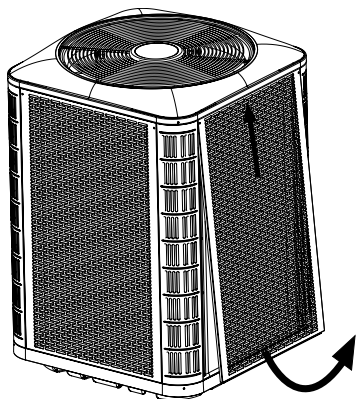
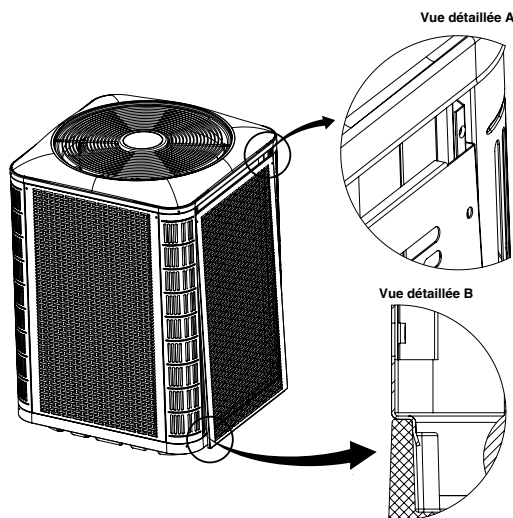

Figure 2. Désassemblage du panneau
Figure 3. Installation du panneau
- Pour accéder aux composants internes de l'appareil, consultez la Figure 2 pour désassembler le panneau et la Figure 3 pour installer le panneau.
2. Glissez le panneau vers le haut et le bac supérieur pour dégager la bride inférieure du bac inférieur. Voyez la Figure 2.
1. Insérez les coins supérieurs des brides latérales du panneau dans les rainures du montant de coin, tel que montré dans la Vue détaillée A à la Figure 3.